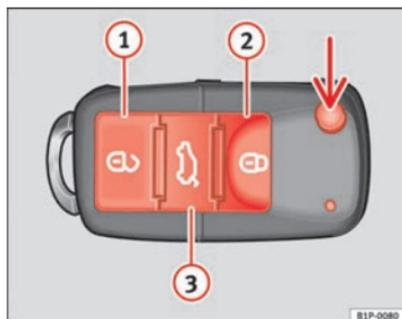

Fig. 62 Affectation des touches de la clé à radiocommande
La touche \Rightarrow fig. 62 (flèche) de la radiocommande permet de débloquer le panneton de la clé.
Déverrouillage du véhicule \Rightarrow fig. 62 ①.
Verrouillage du véhicule \Rightarrow fig. 62 ②.
Déverrouillage du hayon. Appuyez sur la touche \Rightarrow fig. 62 ③ jusqu'à ce que tous les clignotants du véhicule s'allument brièvement. Après avoir appuyé sur le bouton de déverrouillage \Rightarrow ③, vous disposez de 2 minutes pour ouvrir le hayon. Une fois ce temps écoulé, il se verrouillera de nouveau.
D'autre part, le témoin de la pile de la clé \Rightarrow fig. 62, clignotera.
En appuyant une fois sur la touche \Rightarrow fig. 62 ①, seule la porte du conducteur s'ouvrira, et les autres portes resteront fermées. ▶
Appuyez deux fois sur la touche  ⇒ page 108, fig. 62  pour déverrouiller toutes les portes.
- Appuyez sur la touche  ⇒ page 108, fig. 62 de la radiocommande. ▶